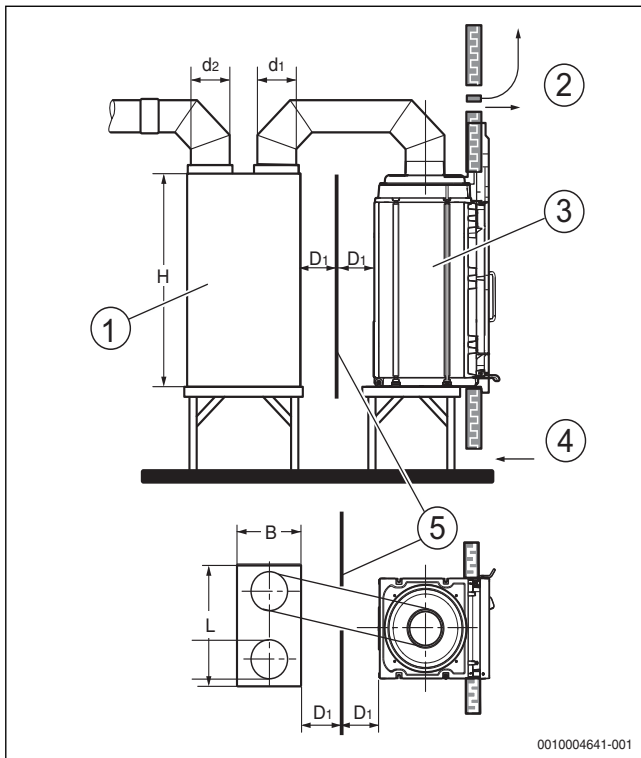
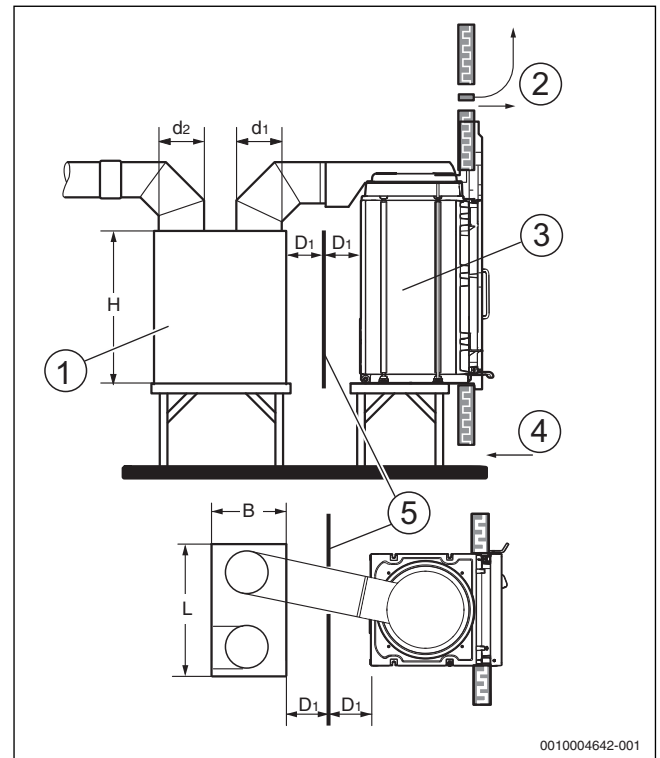

Bild 21 Heizeinsatz mit senkrechter Kuppel
Bild 22 Heizeinsatz mit waagerechter Kuppel
**Legende zu Bild 21 und Bild 22:**